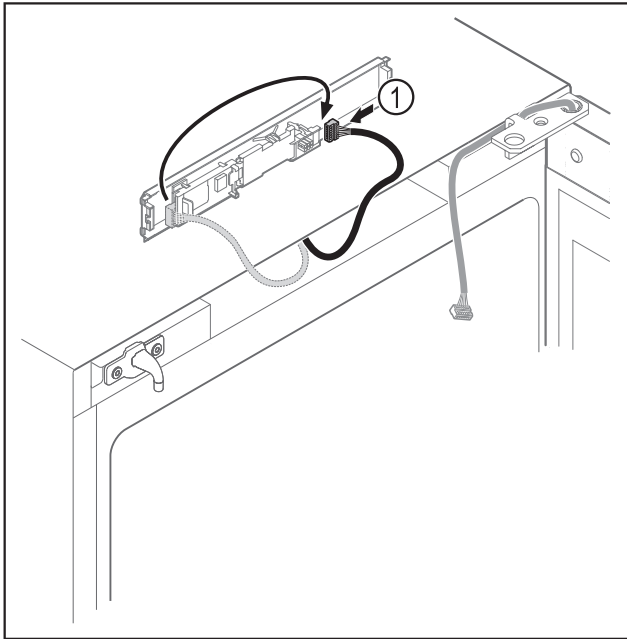

Fig. 17
- ▶ Vuelva a conectar el conector *Fig. 17 (1)* a la placa de circuitos.